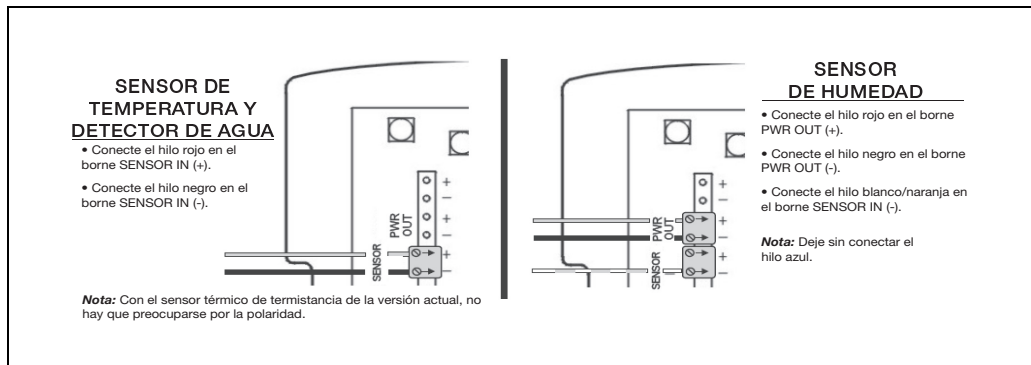

Figura 7. Conexiones de los sensores del EA200 / EA400
3. Usando el adaptador de bloque de bornes incluido con el sensor, conecte los hilos del sensor en las entradas SENSOR IN (+) y (-) de la tarjeta de circuitos del EA200 / EA400, como se ilustra en la figura 7. Si procede, respete las polaridades que correspondan.